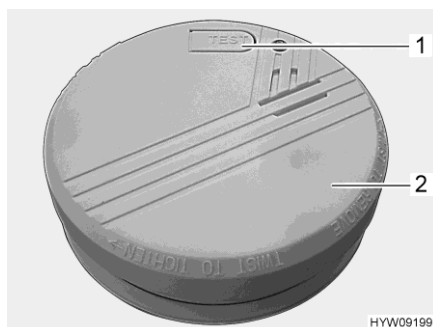

Fig. 114 Rivelatore di fumo
- Ruotare in senso antiorario il rivelatore di fumo (Fig. 114,2) finché non si stacca dal supporto.
- Eseguire un test del rivelatore di fumo. Premere il tasto di controllo (Fig. 114,1). Si deve udire il segnale acustico di allarme.